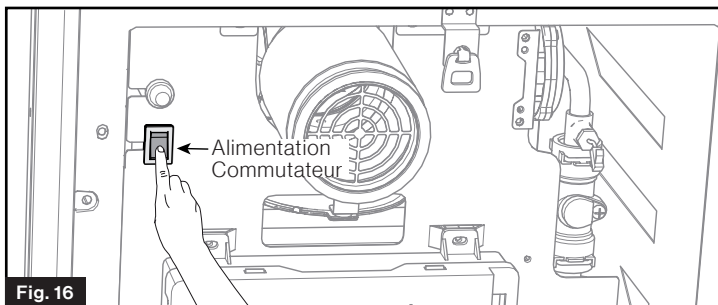
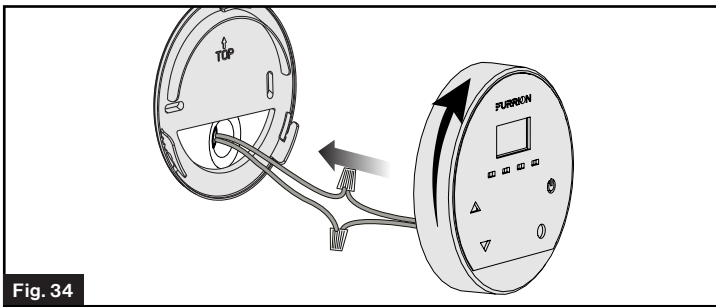

Fig. 16
Fig. 34
- Mettez le commutateur d'alimentation (Fig. 16) placé devant le chauffe-eau en position « OFF » (Arrêt).
- Branchez les deux fils bleus de la commande murale directement à l'appareil ou à l'aide des fils de rallonge murale mentionnés sur la Fig. 16. (Les fils de la commande murale sont bleus et la polarité n'a pas d'importance.) (Fig. 34)